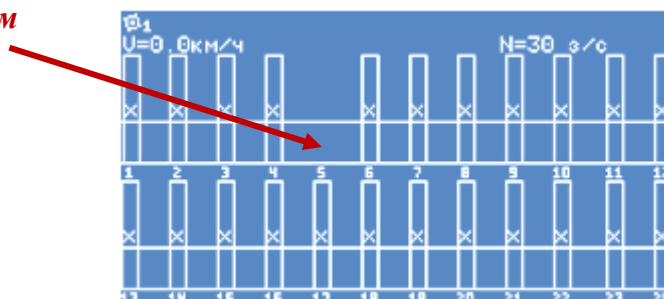

Рисунок 28
12. Убедиться, что адрес датчика изменился на требуемый – физическим отключением и подключением датчика к жгуту связи (см. «Рисунок 28»).